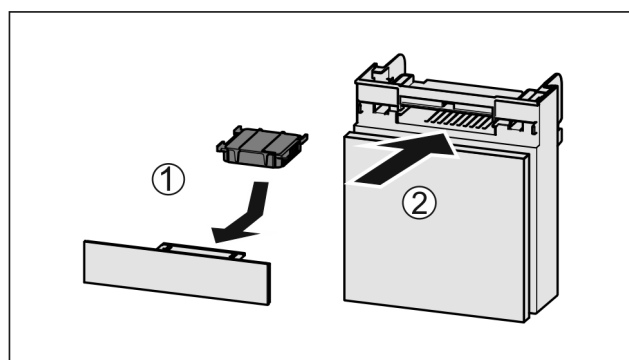

Fig. 207
- Aktivkohlefilter nach Abbildung einsetzen Fig. 207 (1).
- Fach einschieben Fig. 207 (2).